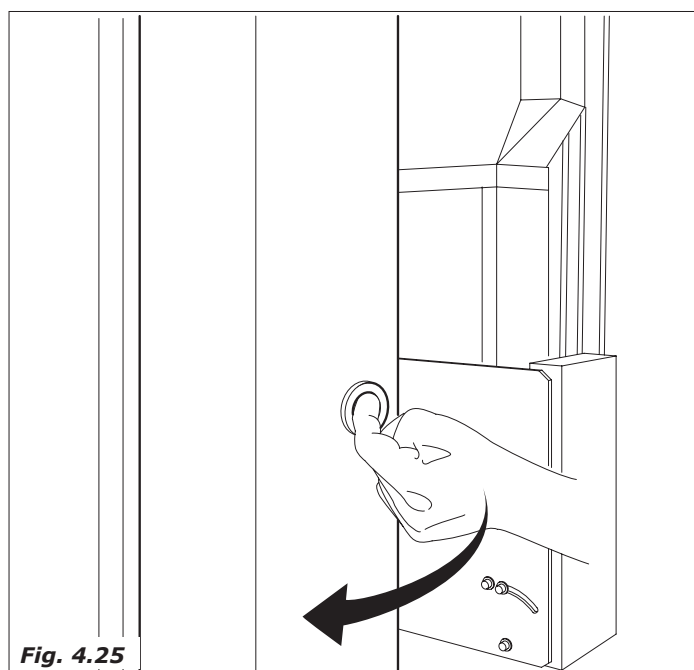

Fig. 4.25
- Aprire il portello protezione scheda e gettoniera (Fig.4.25).